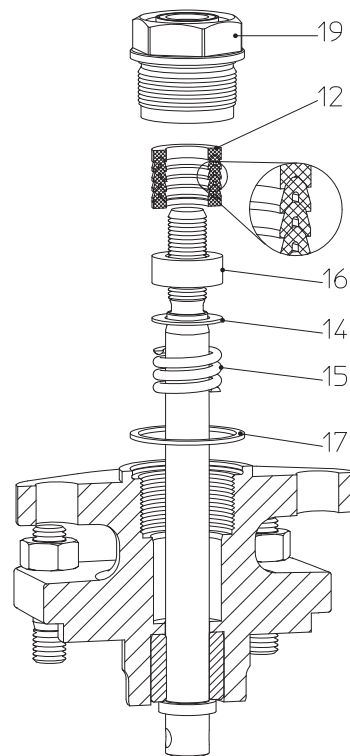

Bild 4: Dachmanschetten
- Bei Austausch der Dachmanschetten (Pos. 12) auf richtige Reihenfolge und Einbaulage der Einzelteile achten (siehe Bild 4).